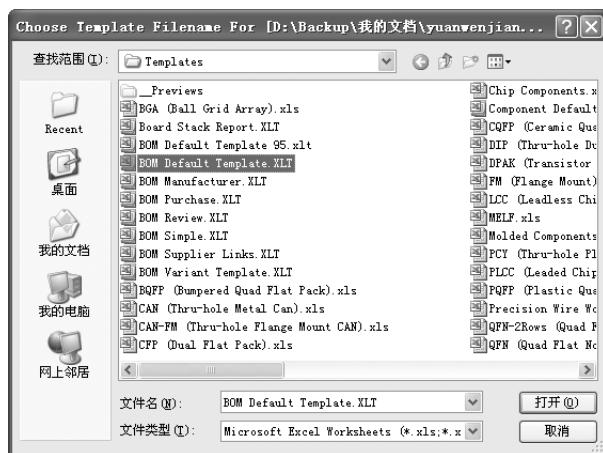

图 6-29 选择元件报表模板
2) 在元件报表对话框中，单击“模板”后面的  按钮，在“X:\AD14\Template”目录下，选择系统自带的元件报表模板文件“BOM Default Template. XLT”，如图 6-29 所示。